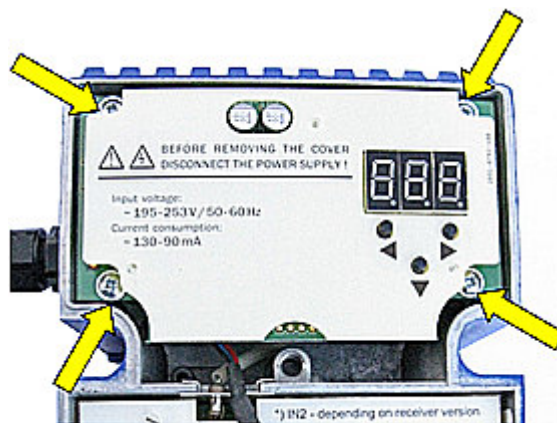

Рис. 8.8. Шестой этап замены модуля удаленного мониторинга М-729.
- Рис. 8.8. Шестой этап замены модуля удаленного мониторинга М-729.